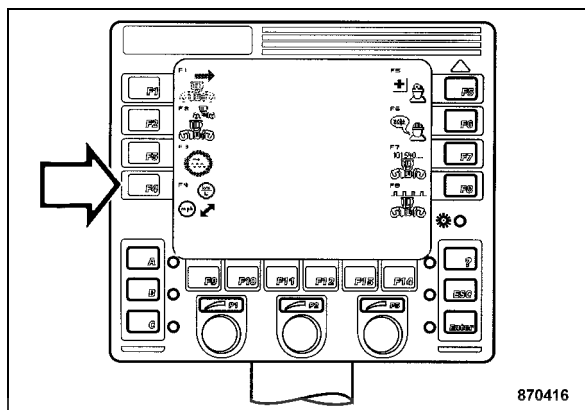

Fig. 78
- Appuyer sur la touche "F4" (Fig. 78) pour passer à l'écran de sélection des "unités métriques ou impériales".